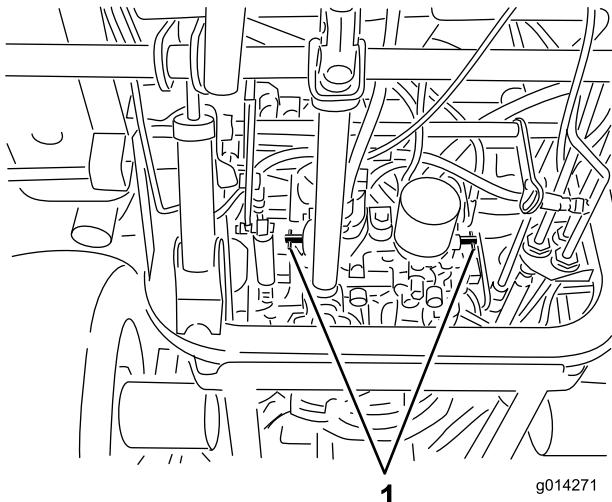

図 28
4. 各バイパス・バルブを左回りに1回転させる（図 28）。
各バイパス・バルブを右回りに1回転させ、手で普通に締めてください（締め付けトルクで約 8 N·m (0.8 kg. m)）（図 28）。